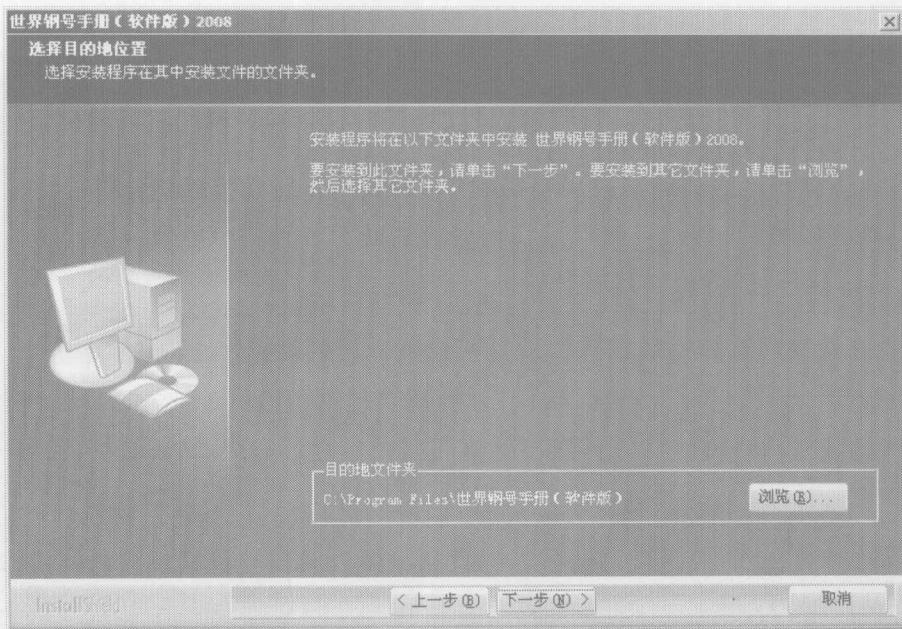

图 1-4 选择安装目录界面
(5) 显示如图 1-4 所示的选择安装目录界面。系统推荐的安装目录是 C:\Program Files\